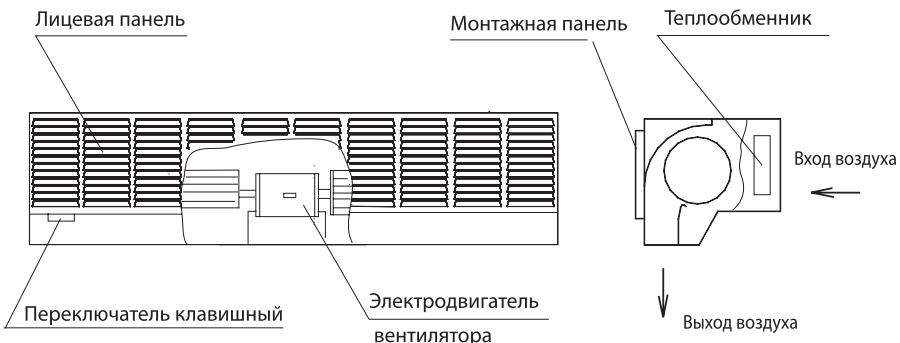

Рис. 1 – Устройство завесы
4.1 Завеса представляет собой устройство, в металлическом корпусе которого установлен вентилятор с электродвигателем и трубчатый водяной оребренный теплообменник (рис.1).